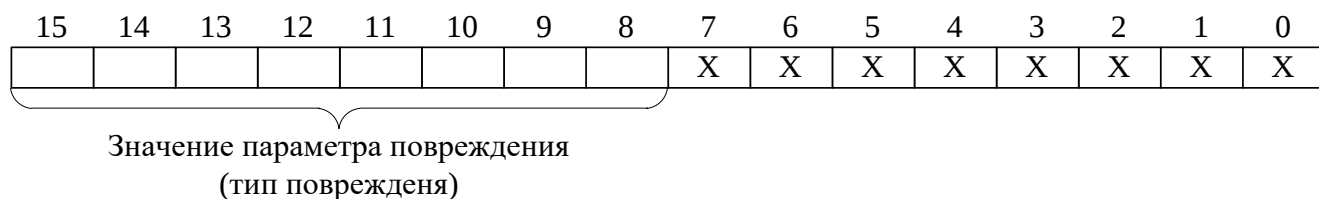

Рисунок 6.5 – Тип повреждения (в формате Word)
*** Тип повреждения в формате Word (рисунок 6.5, таблица 6.16)